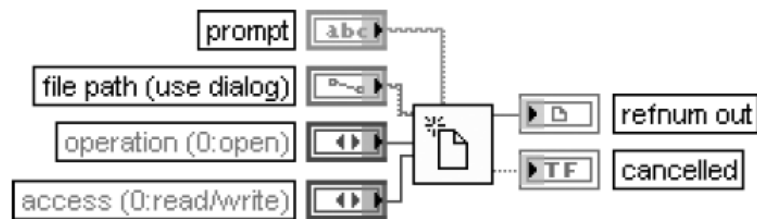

Рис.7.2. – Открытие, создание, и замена файла
- **Open/Create/Replace File** - открывает, перезаписывает существующий файл, или создает новый. Если file path (путь размещения файла) не указан, ВП выводит на экран диалоговое окно, в котором можно создать новый или выбрать уже существующий файл. Структурная схема показана на рис. 7.2.